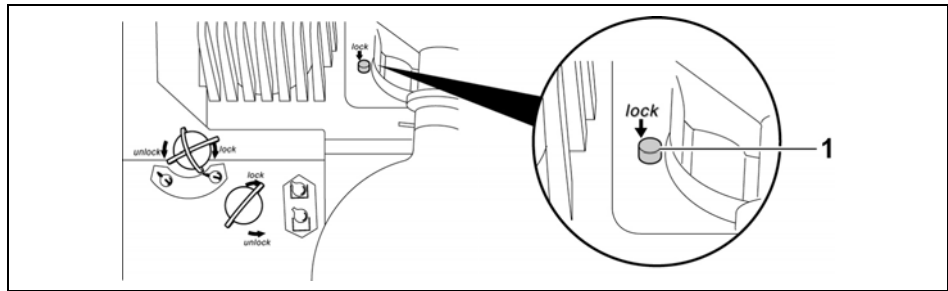

Fig. 4-6: Botón de fijación
3. Mantener pulsado el botón de fijación (Fig. 4-6 (1)).
8. Mantener pulsado el botón de fijación (Fig. 4-6 (1)).